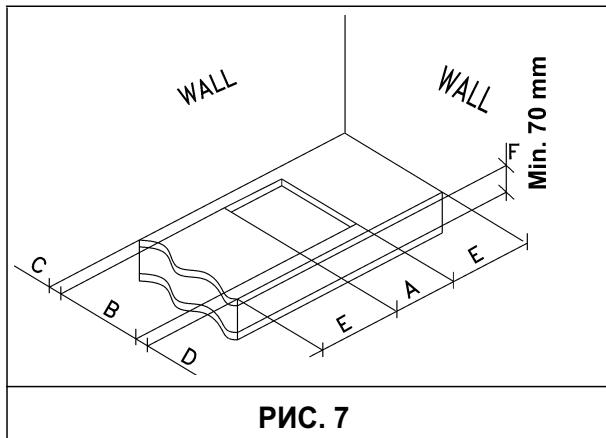

РИС. 7
На поверхности рабочего стола следует сделать прямоугольное отверстие для встраивания варочной поверхности, размеры которого приведены на рис. 7. Предварительно следует проверить соответствие минимальных допусков между поверхностью, боковой и задней стенками. Подвесные полки или вытяжки следует устанавливать на высоте не менее 760 см от поверхности прибора (см. рис. 7 и минимальное расстояние показано на рис. 8).
- Во избежание случайного соприкосновения с горячей варочной панелью во время проведения работ, необходимо установить деревянную прокладку, прикрученную болтами на минимальном расстоянии 70 мм от верха (см рис. 7).